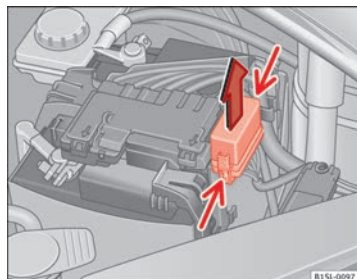

Fig. 143 No compartimento do motor: tampa da caixa de fusíveis.
- Pressione as patilhas de bloqueio no sentido indicado pela seta (setas finas) para desbloquear a tampa da caixa de fusíveis ⇒ Fig. 143.